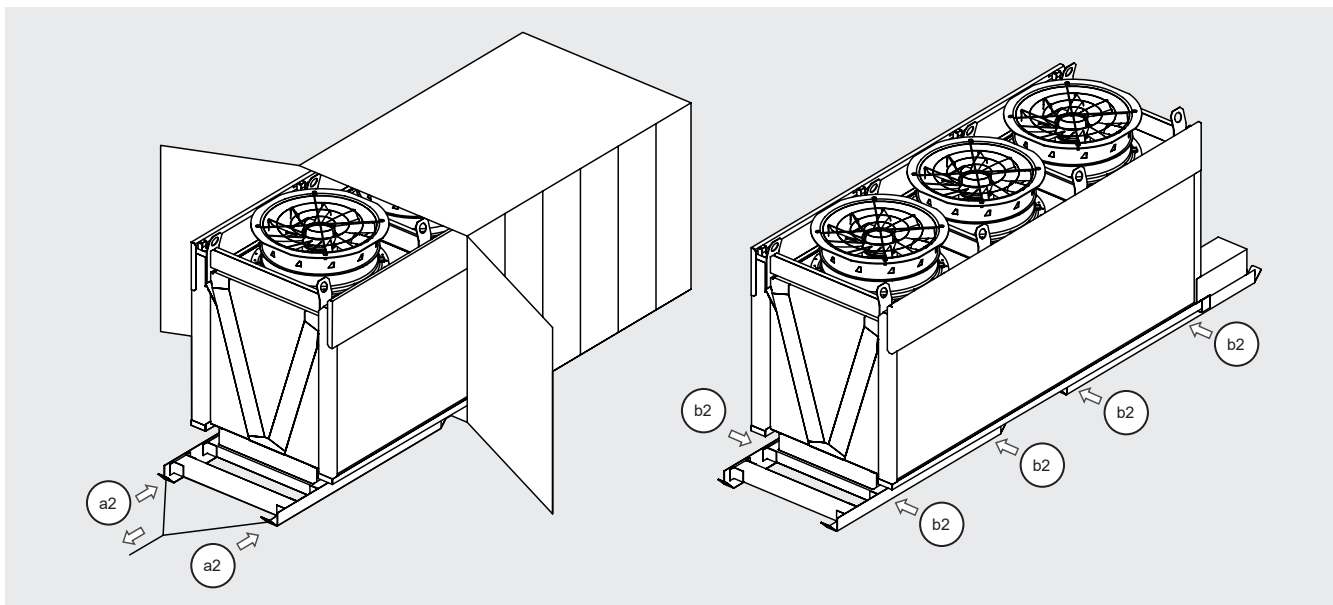

Abbildung 6
5.4 Wenn das Modell in einem Behälter verpackt ist, verwenden Sie die beiden Ringschrauben (a2), um das Modell herauszuziehen. Ziehen Sie langsam und ohne zu ruckeln. Verwenden Sie einen Gabelstapler (seitlich positioniert) oder ein gleichwertiges Gerät, um das Modell aus dem Container zu ziehen. Schrauben Sie die Bolzen (b2) ab, um den Schlitten freizugeben. Siehe Abbildung 6.